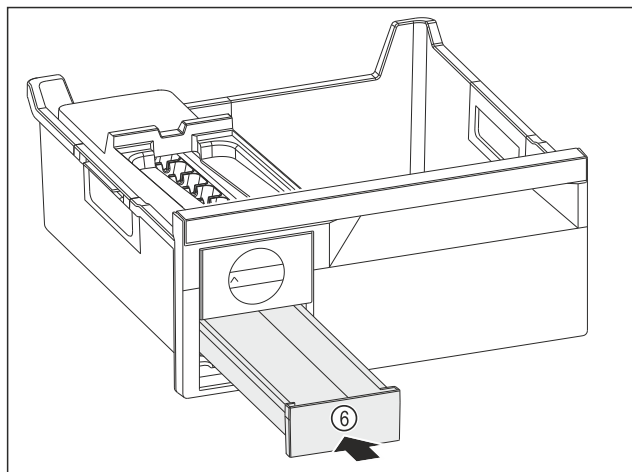

Fig. 159
- ▶ Вдвиньте выдвижной ящик для кубиков льда Fig. 159 (6).